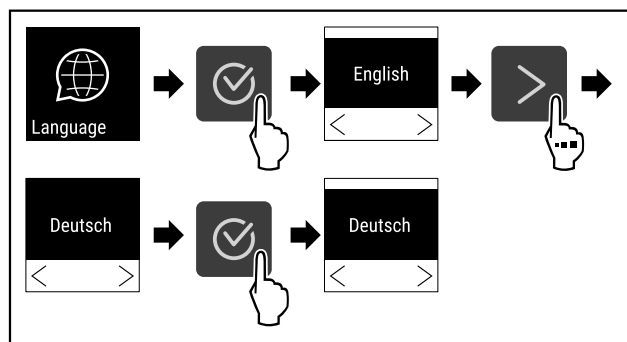

Fig. 76
- ▶ Eseguire i passi (vedere Fig. 76) .